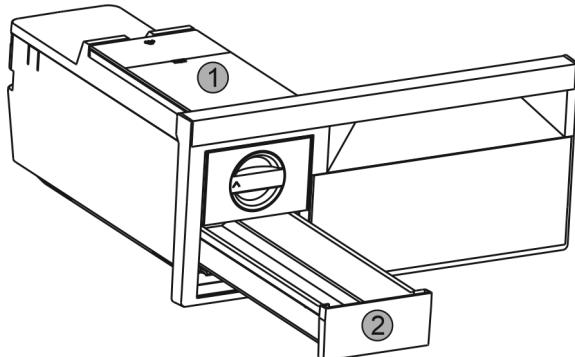

Fig. 53
- Извадете резервоара за вода Fig. 53 (1) и чекмеджето за ледени кубчета Fig. 53 (2).